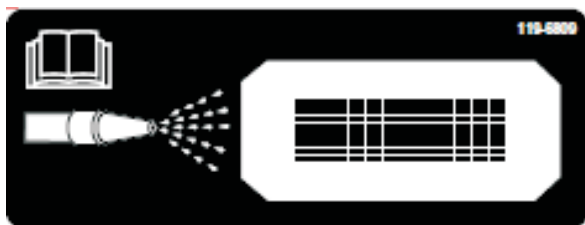
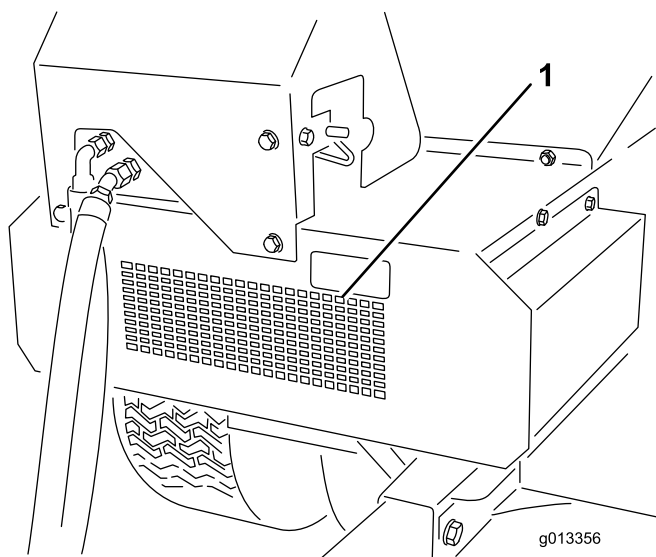

Figure 51
Figure 52
10. Trouvez l'autocollant de nettoyage sur l'avant du ProPass (Figure 51) et arrosez au tuyau d'arrosage à travers la grille de protection avant jusqu'à ce que toute trace de matériau soit éliminée du panneau inférieur (Figure 52).